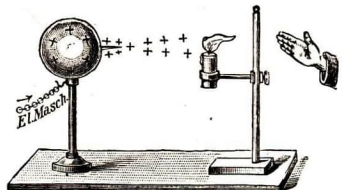

Abb. 315. Elektrischer Wind
**Versuche:** Umblasen einer Flamme durch den elektrischen Wind gemäß Abb. 315. (Den Wind spürt man auch mit der Hand.) — Betrieb des elektrischen Flugrades (Abb. 317).